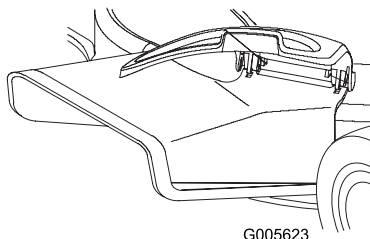

Figura 27
2. Levante la tapa lateral (Figura 27).
3. Deslice el conducto sobre la abertura haciendo que las ranuras del conducto se alineen con las pestañas que se encuentran bajo la tapa (Figura 27).